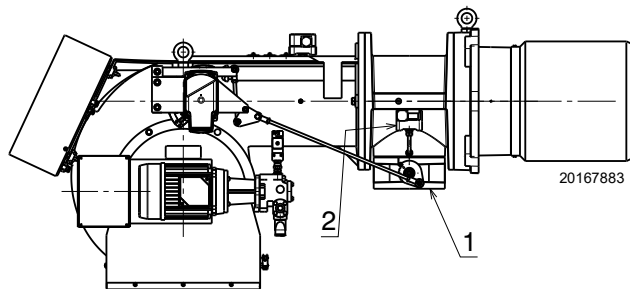

Abb. 24
Gasdruck, an der Entnahmestelle 2)(Abb. 24) gemessen mit:
Strömungsverlust Gasdrossel 1)(Abb. 24) bei maximaler Öffnung: 90°.
- Ziehen Sie vom Gasdruck am Anschluss 2)(Abb. 24) den in der Brennkammer vorhandenen Druck ab.
Gasdruck an der Entnahmestelle 2)(Abb. 24) = 32,9 mbar
Um stattdessen den an der Entnahmestelle 2) erforderlichen Gasdruck zu ermitteln (Abb. 24), nachdem die maximale Modulationsleistung festgelegt wurde, bei der Brenner arbeiten soll:
- Rechts, in der Spalte 1, den Druck an der Entnahmestelle 2)(Abb. 24) ablesen.
An der Entnahmestelle 2)(Abb. 24) erforderlicher Druck.